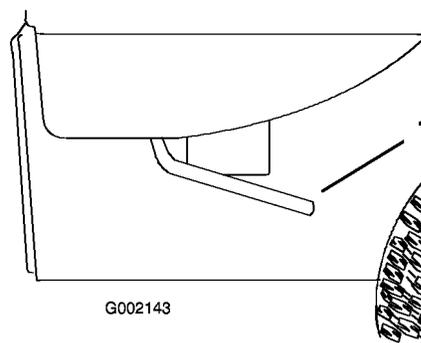

Figura 23
- Levante a alavanca em cada um dos lados da caixa e faça subir a própria caixa (Figura 23).